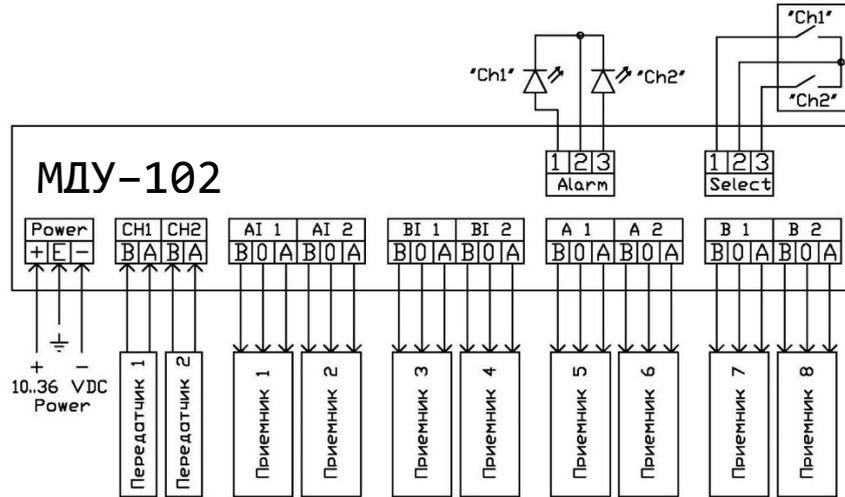

Рисунок 11 - Схема подключения МДУ-102
- Подведите соединительные кабели от внешних устройств и источника питания. Подключите кабели согласно схеме (см. рис. 11).